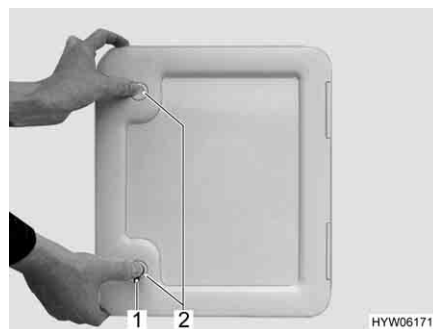

Fig. 29 Sportello per la cassetta della toilette
- Inserire la chiave nel cilindro della serratura a pressione (Fig. 29,1) e ruotare di un quarto di giro.
- Premere contemporaneamente con i pollici entrambe le serrature a pressione (Fig. 29,2) e aprire lo sportello della cassetta della toilette.
- Inserire la chiave nel cilindro della serratura (Fig. 29,1) e ruotare di un quarto di giro.